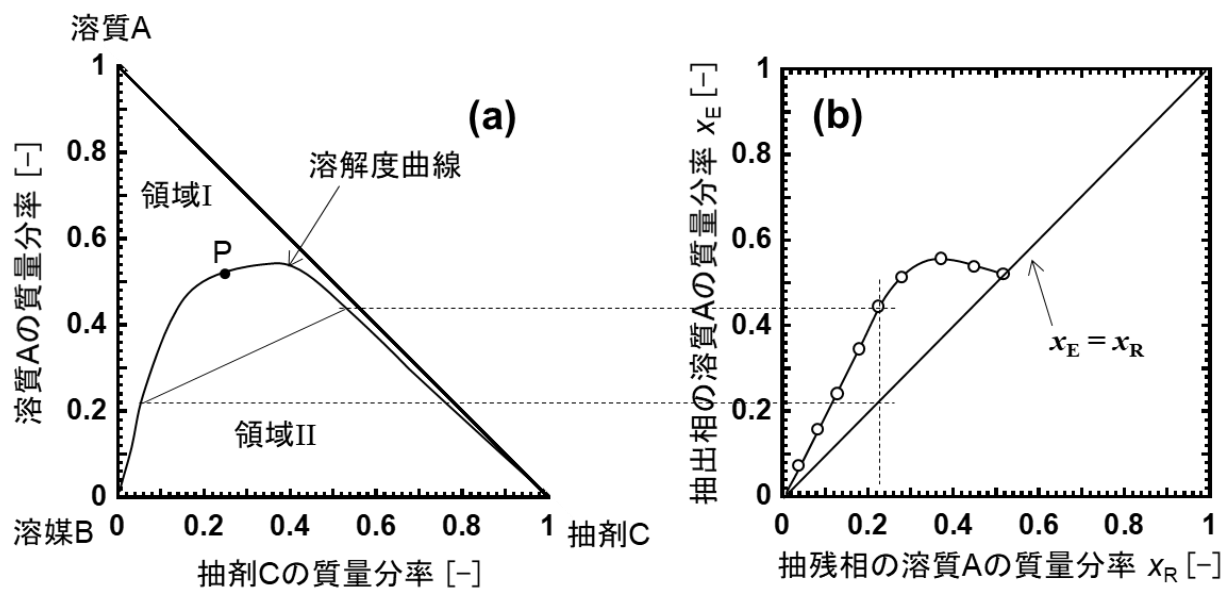

図 4-1 (a)溶質 A, 溶媒 B, 抽剤 C の三角相図.
溶質 A と溶媒 B からなる原料溶液に抽剤 C を加えて溶質 A を抽出する操作を考える。図 4-1 には 3 成分系液液平衡関係が溶解度曲線(a)と分配曲線(b)で与えられている。図中にはタイライン(対応線)と分配曲線の関係の一例が示されている。なお、以下の③および④の操作において、抽剤 C は純成分であり、混合溶液は十分に攪拌された後、十分な時間静置されているとする。
① 図 4-1(a)の溶解度曲線の上側の領域 I の組成を持つ混合液は として存在する。また、溶解度曲線の下側の領域 II の組成を持つ混合液は として存在する。
② 図 4-1(a)中の点 P の名称は である。また、点 P とタイラインとの関係を解答欄 に簡潔に説明しなさい。
③ 溶質 A と溶媒 B からなる原料溶液 F [kg] (溶質 A の質量分率は x_0) に、抽剤 C を H [kg] 加えて混合溶液を作った。
④ 原料溶液が $F = 1.0 \times 10^2$ kg, $x_0 = 0.40$ であるとき、原料溶液に抽剤 C を少しずつ加えたときの混合溶液の平均組成の変化を表す線を解答用紙の解答欄 の図中に示しなさい。
原料溶液に適切な量の抽剤 C を加えて、上記③の抽出操作を行った。抽出相に含まれる溶質 A の質量分率は 0.30 であった。このとき抽残相に含まれる溶質 A の質量分率は である。また、図 4-1 のタイラインと分配曲線の関係を参考に、この抽出操作に対応するタイラインを解答用紙の解答欄 の図中に示しなさい。